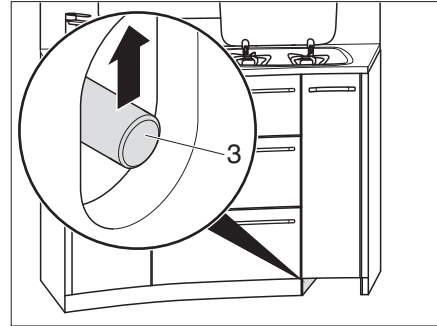

Bild 110 Låsa upp kökslådor
- Skjut skjutstängan (Bild 110,3) uppåt.